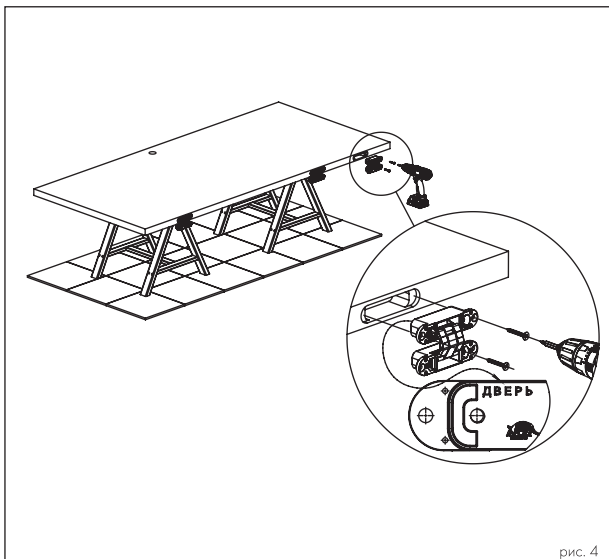

рис. 4
2. Установить петли в соответствующие пазы дверного полотна согласно маркировке и зафиксировать их саморезами 5x40 (см. рис. 4).